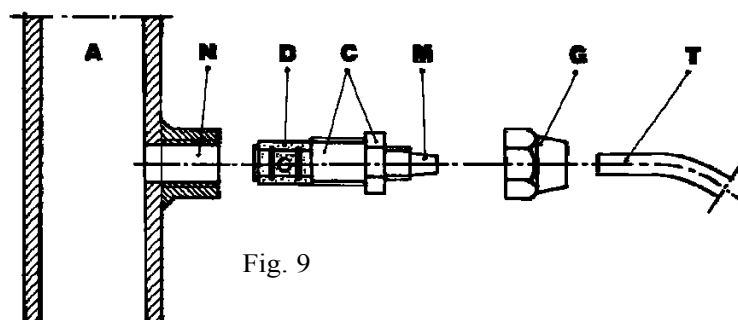

Fig. 9
- h.** Applicare sulla condotta dell'impianto da trattare, nel punto più idoneo per effettuare l'iniezione del prodotto da dosare, un raccordo da 3/8" gas femmina. Tale raccordo è escluso dalla fornitura. Avvitare la valvola di iniezione nel raccordo utilizzando come guarnizione del Nastro Teflon® (Fig. 9.) Connettere il tubetto all'attacco conico della valvola d'iniezione e bloccarlo con l'apposita ghiera G. La valvola di iniezione è anche valvola di non ritorno.
(fig.9)